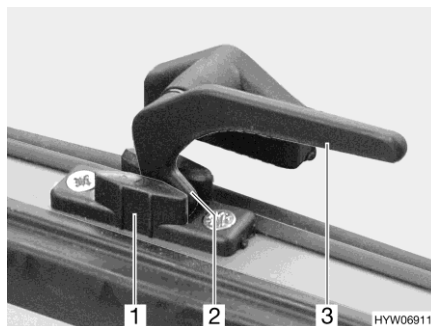

Bild 68 Låsarm (läget "kontinuerlig vädning")
- I läget "kontinuerlig vädning" (Bild 68)
- Sväng låsarmen (Bild 68,3) ett kvarts varv mot fönstrets mitt.
- Vrid tillbaka alla låsarmar. Därvid måste låsspaken (Bild 68,2) föras in i spåret på fönsterlåset (Bild 68,1).